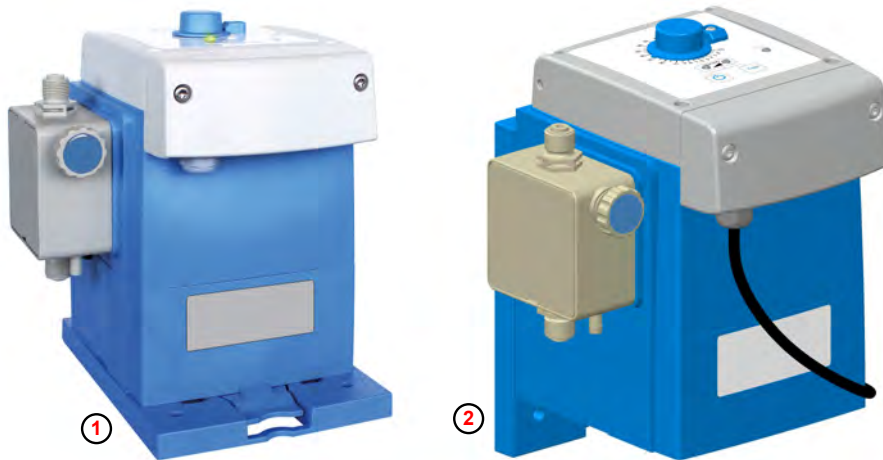

Abb. 3: Tischmontage und Wandmontage
① Tischmontage
② Wandmontage
Die Pumpe kann mit der Montageplatte sowohl stehend (z.B. auf einer Konsole oder auf dem Dosierbehälter ( Abb. 3 , ① ), als auch an einer Wand hängend ② montiert werden.